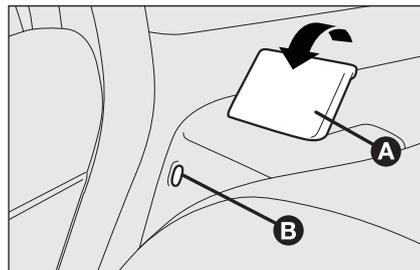

fig. 89
- levante la palanca **A-fig. 89** de sujeción del respaldo e incline este último hacia adelante. Cuando se levanta la palanca se puede ver una “banda roja” **B**.